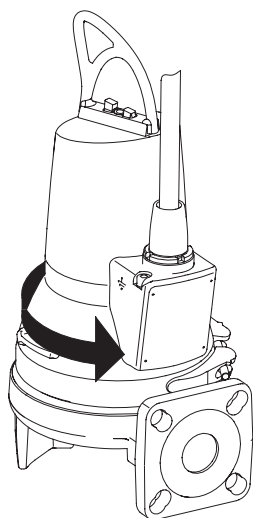

Рис. 8 Направление рывка
- Если насос подключен правильно, рывок будет в сторону, противоположную правильному направлению вращения. См. рис. 8.